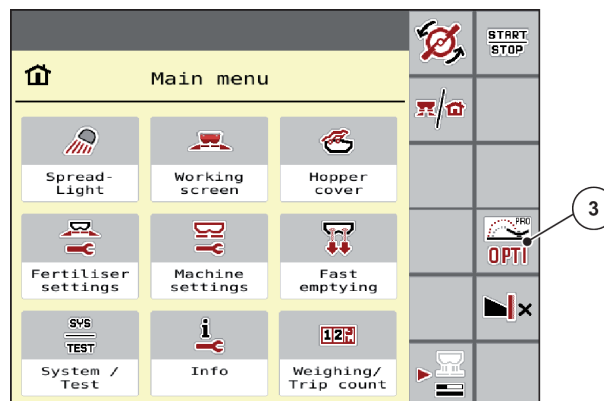

Fig. 15: OptiPoint aktiveret i hovedmenuen
- ▶ Tryk på funktionstasten „OPTI“ for at aktivere foragertilstand. Kan også aktiveres i hovedmenuen, se Fig. 15 *OptiPoint* aktiveret i hovedmenuen.